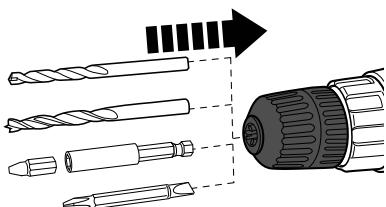

Fig. 2
- Introduzca la broca hasta el tope (Fig. 2). Si utiliza una broca 25 mm, inserte el enchufe de un sostenedor del pedacito.